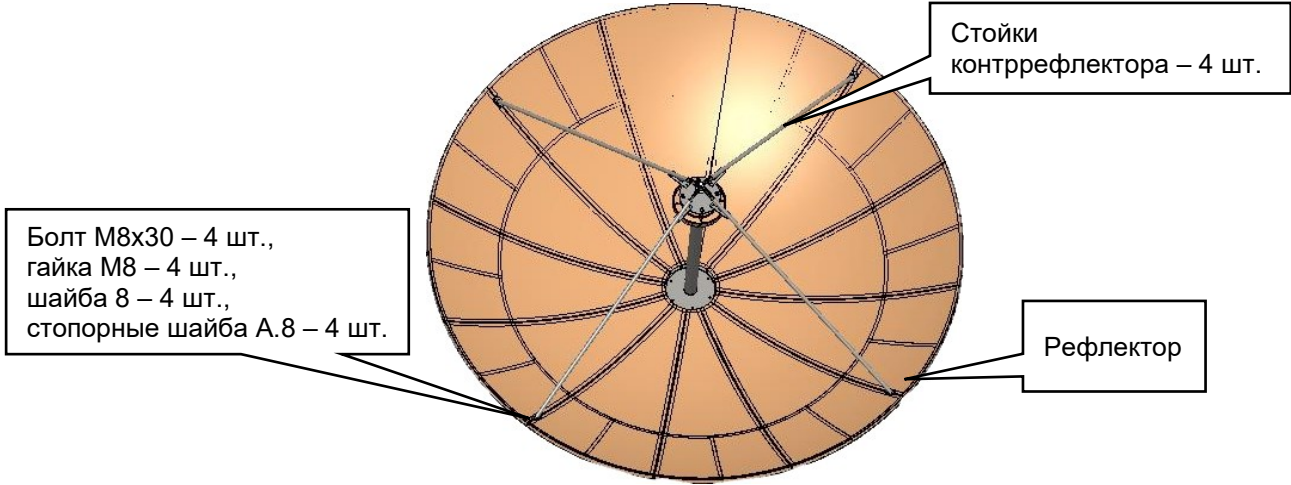

Рисунок 24 – Установка контррефлектора
16) Установить сборку контррефлектора на рефлектор, последовательно соединить 4 стойки с рефлектором с помощью 16 болтов М8х30 и соответствующих гаек и плоских и стопорных шайб (см. рисунок 24).